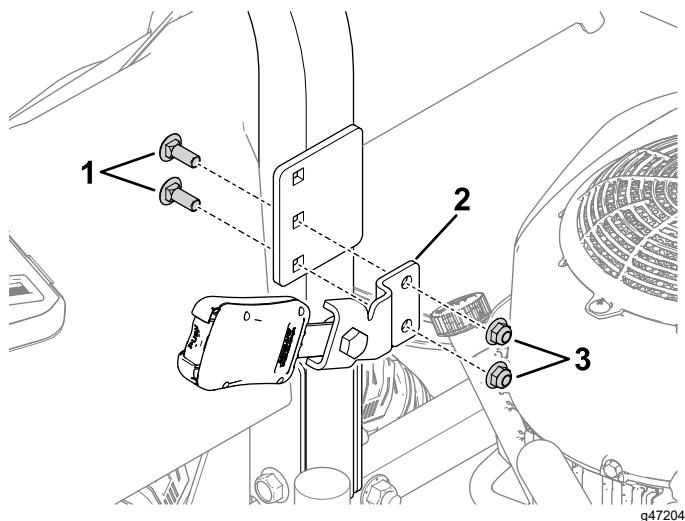

Figura 10
- Instale la hebilla del paso 1 en el interior del soporte de la barra antivuelco usando 2 pernos de cuello cuadrado (3/8" x 1") y 2 contratuercas (3/8"), como se muestra en la Figura 10. Repita el procedimiento en el otro lado con el conjunto de la lengüeta.